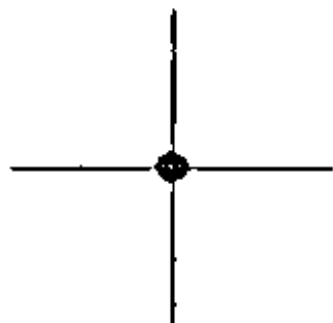

图 5-103 确定左上角位置
1) 移动鼠标到合适的位置, 单击鼠标左键确定左上角位置, 如图 5-103 所示。